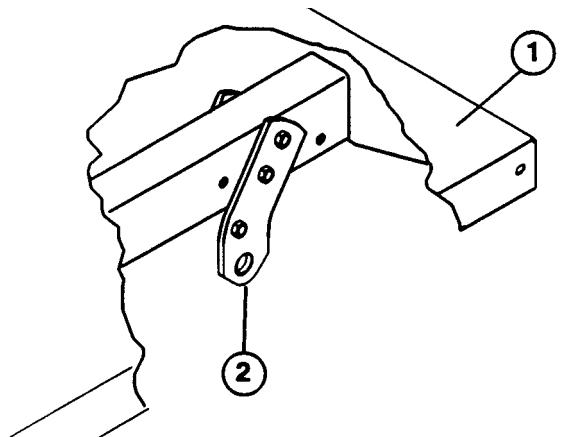

Bild 5
4. Beide Sätze der hinteren Gelenkklaschen mit Hilfe der vorher entfernten Sechskantschrauben und Sperrmuttern an den rechten und linken Muldenrahmenprofilen befestigen. Die Profile an der Vollmulde so montieren, wie es Bild 5 darstellt. Die Montage der 2/3-Flachmulde an Bild 5 orientieren.